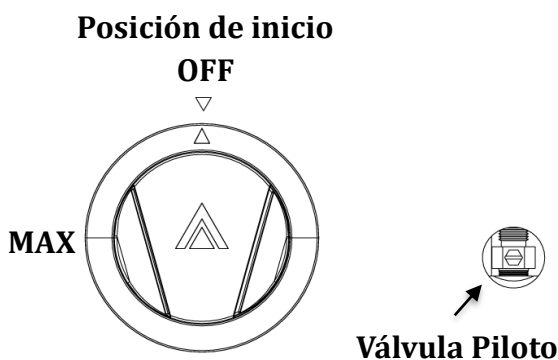

Fig. 3
4. Ubique la esprea al final de la válvula y desenrosque la esprea para retirarla, coloque la esprea para el gas deseado y apriete con una llave (Fig. 3).